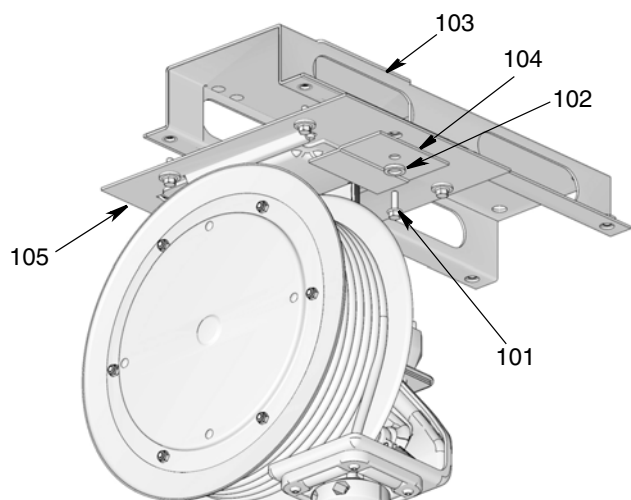

FIG. 8
2. Utiliser le rail de socle (FIG. 8 – 103) pour indiquer la position des trous de fixation avant de les percer
4. Placer le rail de socle (103) et la plaque de fixation (105) comme montré sur la FIG. 8.
5. Glisser l'enrouleur sur le socle (105) de l'enrouleur et mettre la plaque d'appui (104), la rondelle (102) et la vis (101) en place. Bien serrer la vis (FIG. 8). **Vérifier qu'il est bien attaché avant de faire descendre le chariot élévateur.**
3. (FIG. 8, page 11) : Glisser l'enrouleur sur le socle (105) de l'enrouleur et mettre la plaque d'appui (104), la rondelle (102) et la vis (101) en place. Bien serrer la vis.